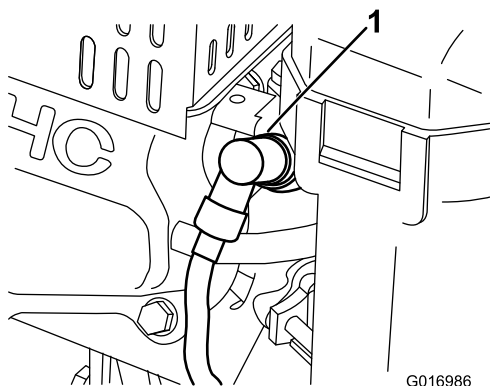

Рисунок 27
1. Снимите провод со свечи зажигания (Рисунок 27).